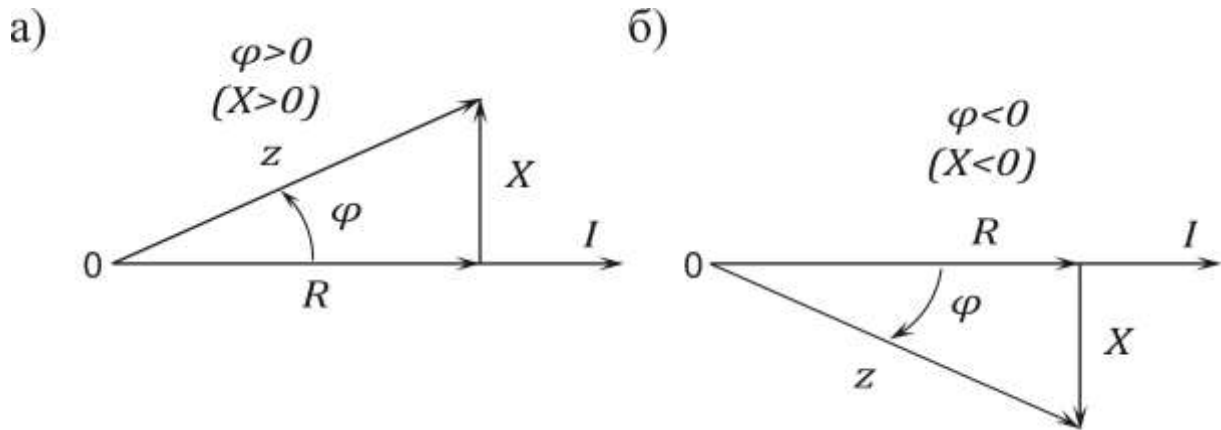

Рис. 3.4
7. Соотношения, связывающие $\cos \varphi$, $\sin \varphi$ и $\operatorname{tg} \varphi$ через сопротивления цепи. Из треугольника сопротивлений (рис. 3.4, а и б) следуют соотношения: